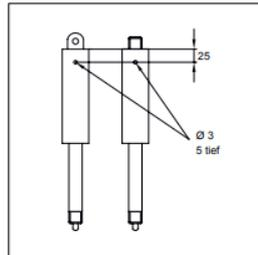

Bild 2 - Starr/Federnd blockierbare
2) S & F 型刚性/弹性锁定空气弹簧：如图 2 所示，在距气缸底部约 25 毫米处钻孔。